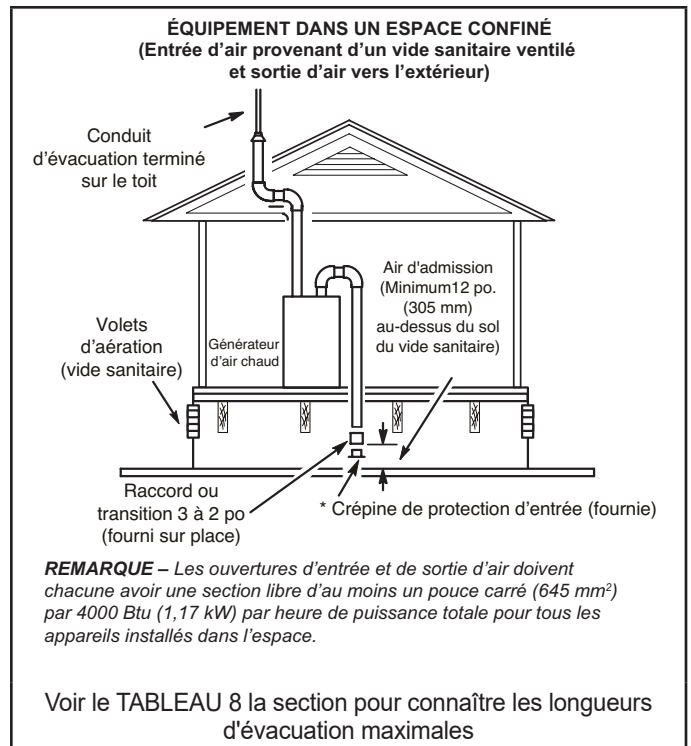

FIGURE 31
- 2- Si l'air d'admission est aspiré d'un vide sanitaire ventilé (FIGURE 31) ou d'un grenier ventilé (FIGURE 32), la longueur de l'évacuation ne doit pas dépasser celle indiquée au Tableau 9. Si un tuyau de 3 po de diamètre est utilisé, le réduire à 2 po de diamètre pour pouvoir installer la crépine anti-résidus.